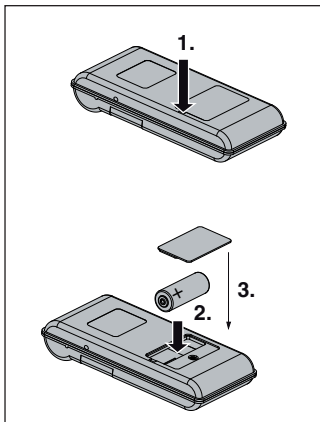

Fig. 2
3.1 Batterij vervangen/plaatsen (fig. 2)
3.1 Sustituir/introducir pila (fig. 2)